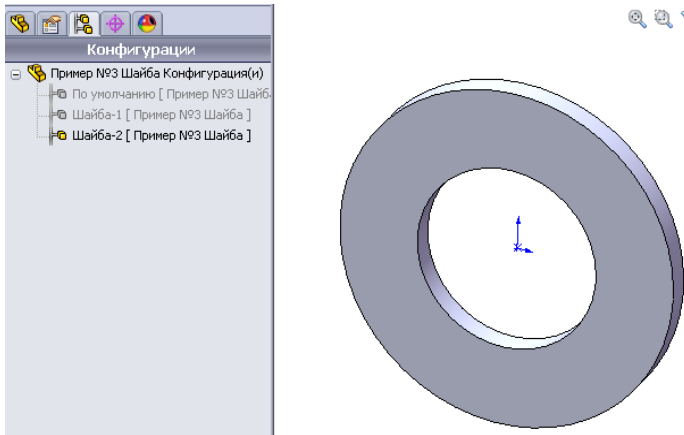

Рисунок 8.43 - Створена нова конфігурація без фасок
4. Натиснемо кнопку **ОК** для того, щоб закінчити створення нової конфігурації без фасок (рис. 8.43).